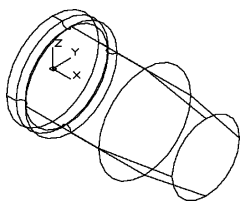

图 13-49 东南等轴测的视图
(3) 单击“可视化”选项卡“视图”面板中的“东南等轴测”按钮, 将视图切换到东南等轴测视图, 如图 13-49 所示。
(4) 单击“三维工具”选项卡“实体编辑”面板中的“抽壳”按钮, 创建弹壳的空壳, 命令行提示与操作如下: